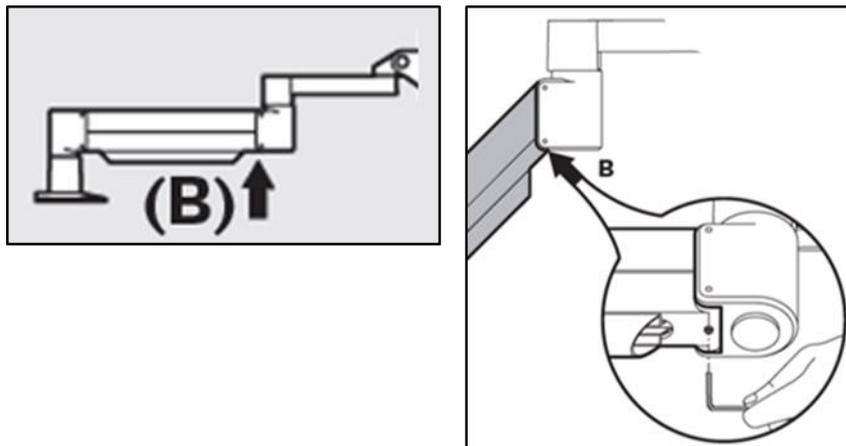

Figure 4-6. Desserrer la vis de réglage de contrepoids B
- Remplacez le bras à l'horizontale. Desserrez **la vis de réglage de contrepoids B** en la tournant d'au moins un ½ tour. Utilisez une clé Allen 3/32. Voir la figure 4-6.
- Placez le bras à l'horizontale et serrez **la vis de réglage de contrepois B** jusqu'au contact, puis serrez de $\frac{1}{2}$ à $\frac{3}{4}$ de tour maximum. Voir la figure 4-6.